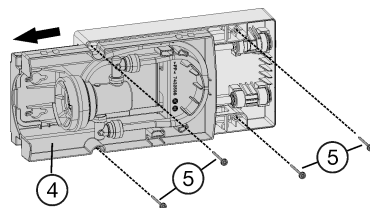

Fig. 38
- Sortir le tiroir *Fig. 38 (4)* jusqu'à la position d'arrêt.
- Fixer le module à l'aide de 4 vis *Fig. 38 (5)* à l'avant à travers les trous oblongs et à l'arrière directement à travers le module.